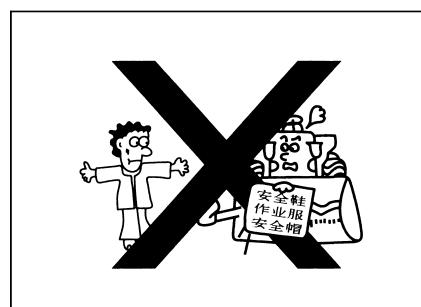

Рис.1-40
- Нельзя носить великие одежды, иначе касание системы управления или подвижных агрегатов вызывает тяжелое поражение или гибель. (Рис. 1-40)